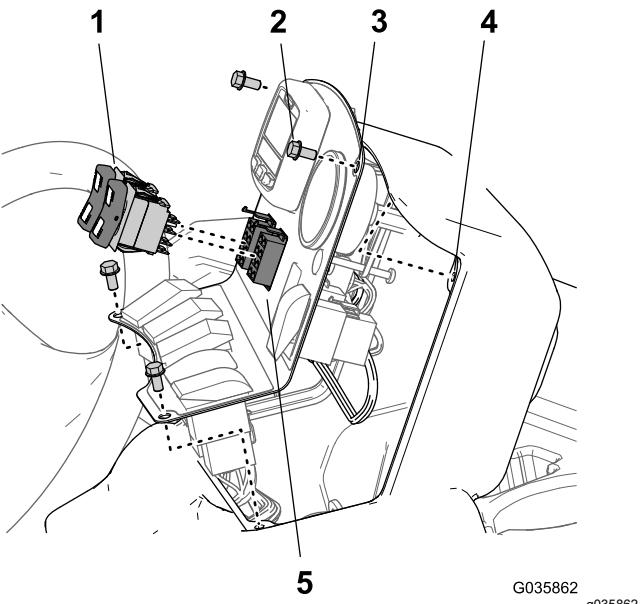

Figura 38
2. Desligue os conectores de 8 tomadas da cablagem da máquina dos interruptores de elevação da rampa (Figura 37 ou Figura 38).
3. Ligue os interruptores osciladores nos conectores de 8 tomadas da cablagem para o kit de acabamento Ultra Sonic Boom (Figura 37 ou Figura 38).
5. Alinhe os orifícios no painel do interruptor com a estrutura da consola (Figura 37 ou Figura 38).
(1/4 pol. x 1/2 pol.) (Figura 37 ou Figura 38) que retirou no passo 1.